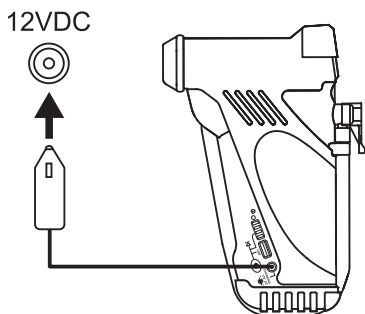

Рис.1
1. Соедините кабель питания к стандартному гнезду прикуривателя автомобиля 12 В (рис.1).